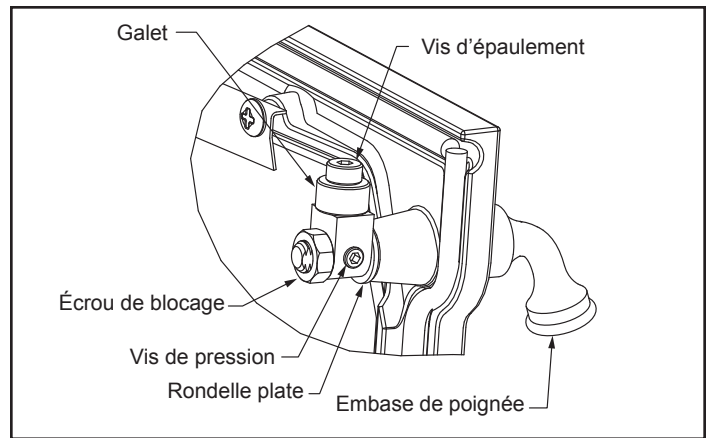

Figure 6.3 – Faire tourner le loquet et/ou enlever la rondelle plate pour régler le verrouillage de la porte.
1. Retirez et conservez le contre-écrou avec une clé de 9/16 po (figure 6.3).
9. Les portes du poêle devront peut-être être ajustées après le remplacement des joints. Il sera peut-être nécessaire de desserrer initialement le loquet pour laisser de la place au nouveau joint et après quelques semaines, de le resserrer pour compenser la compression du joint. Consultez la figure 6.3 pour savoir comment régler les loquets.